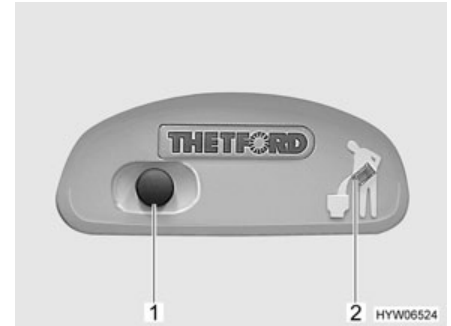

Fig. 166 Botón de lavado/luz de control del inodoro Thetford
- Para lavar, pulsar el botón de lavado azul (Fig. 166,1).
La luz de control (Fig. 166,2) se enciende cuando es necesario vaciar el cassette Thetford.